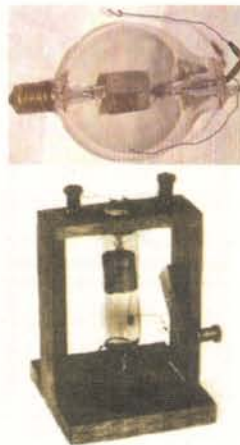

Figura 9.9. Primeros diodos de vacío. Aspecto físico y símbolo
do por primera vez por Thomas Alva Edison en 1884 y fue llamado «Efecto Edison». Sin embargo, este gran inventor no lo utilizó en ninguno de sus aparatos y según este descubrimiento, se fabricó en 1905 el primer tubo de vacío llamado diodo (*diode* en inglés y que quiere decir «dos electrodos o dos terminales»). Su invención se le atribuye a Sir John Ambrose Fleming (1849-1945), **figura 9.9**, y cuya principal aplicación era servir como rectificador o como detector, es decir, para convertir corriente alterna (CA) en corriente continua (CC), o para convertir las señales débiles de radiofrecuencia recibidas de las emisoras en voltajes de corriente continua, para manejar otros circuitos y generar el sonido correspondiente a las mismas en un parlante. Es en esta época cuando se señala la fecha de nacimiento de la era moderna de la electrónica, la cual acaba de cumplir el primer siglo.